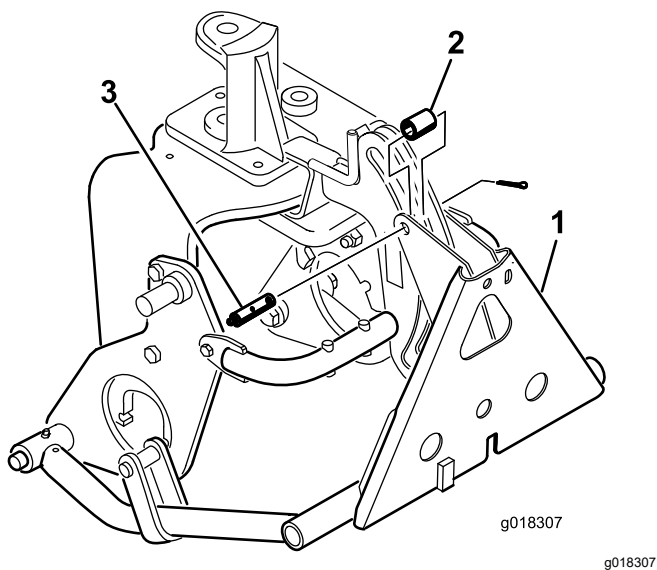

Figura 16
8. Fissate l'adattatore del telaio al telaio dell'attacco di traino con un tubo, un perno con testa e una coppiglia (Figura 16).